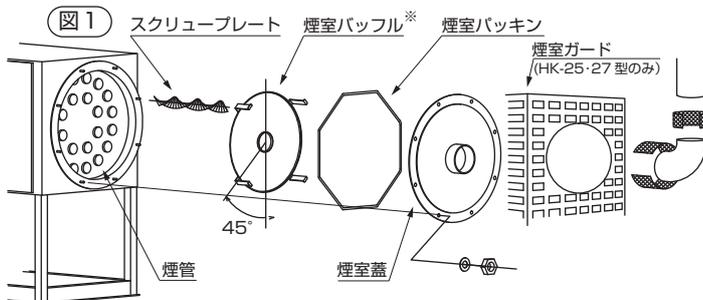

図2 煙室バッフルの取り付けかた
(2) 煙管に入っているスクリュープレートをすべて取り出し、本品と入れ替えてください。
(3) 再組み付けは(1)と逆の手順で行います。
- ①煙室バッフルは煙室内に組み付けます。(図2)